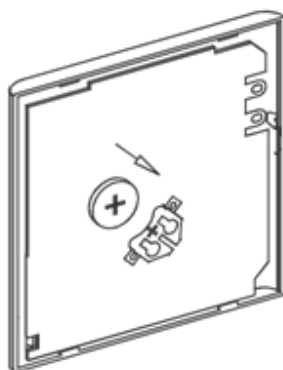

Fig 3-5
- Introduzca la pila en su ubicación en la placa electrónica del mando y asegúrese de la polaridad de la pila. El positivo (+) de la pila con el positivo (+) del sitio de instalación. (Fig. 3-5)